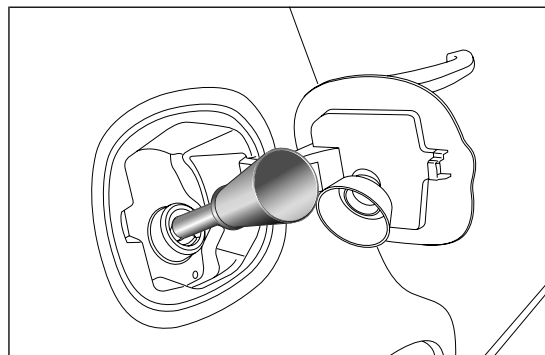

fig. 123
- ☐ introducir el adaptador en la boca de llenado, tal y como se indica en fig. 123 y proceder al repostado;